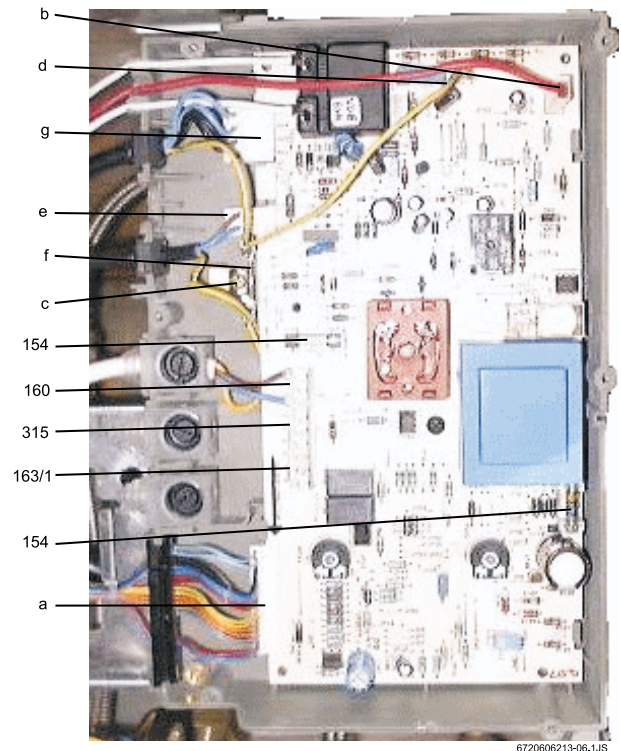

Fig. 11
- ▶ Fare passare il cavo attraverso la guarnizione del passacavo e collegarlo come da Fig. 11.
- ▶ Togliere il ponte 1 - 4 (Fig. 11, Pos. 163/1).
- ▶ Togliere il ponte 1 - 8 (Fig. 11, Pos. 315)